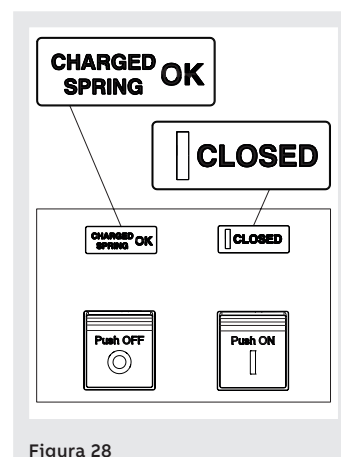

Figura 28
4. Interruptor cerrado con resortes cargados (véase Figura 28). Este estado se verifica cuando después del cierre (véase paso 4 - Maniobras apertura/cierre manual del interruptor) se recargan los resortes manualmente o automáticamente con el motorreductor (si lo equipa).